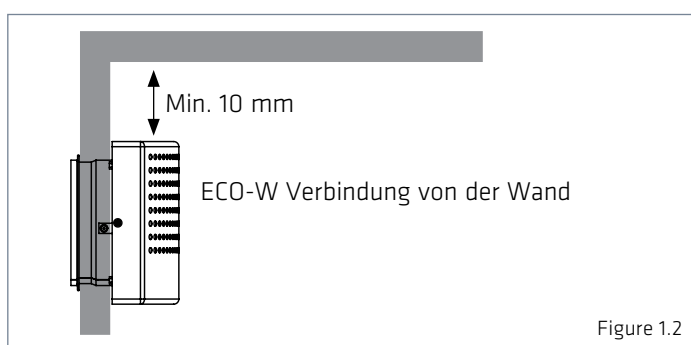
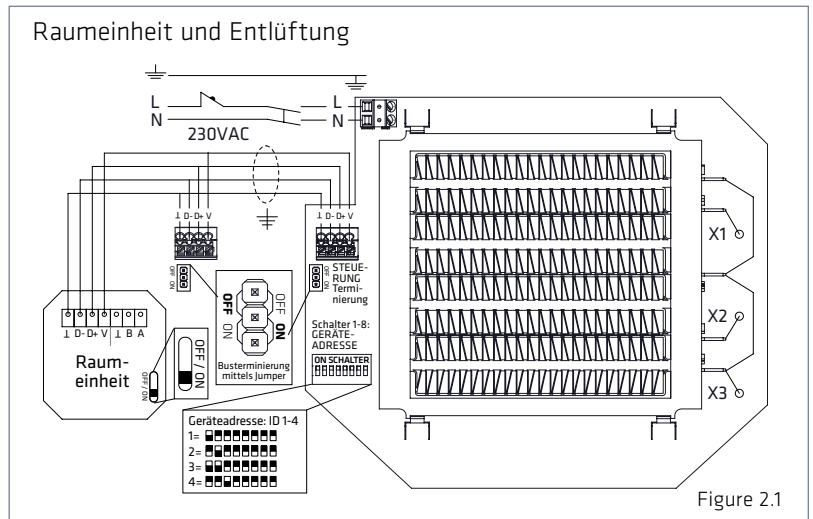

Figure 1.2
Figure 2.1
2. Der Mindestabstand der Anschlussvorrichtung von der Decke beträgt 100 mm (siehe Abb. 1.2). Montieren Sie die Anschlussvorrichtung in einer Mindesthöhe von 1,8 m. Vergewissern Sie sich, dass Kinder das Gerät nicht erreichen.
3. Entfernen Sie das Gitter (2) vom Korpus. Entfernen Sie die drei Befestigungsschrauben (3) und ziehen Sie das Gitter vom Korpus (1) ab.
5. Schließen Sie das Netzkabel (MMJ) über den 2-poligen Anschluss und das Buskabel des Reglers (KLMA) an den Anschluss des Elektronikteils des Endgeräts an, so wie dies auf den Abb. 2.1 - 2.3 dargestellt ist.
1. **ACHTUNG!** Versorgen Sie das Gerät über den zweipoligen Anschluss mit einer 230 V Spannung. Schließen Sie die Netzspannung an das Elektronikteil des Endgerätes an den Verbindungen N und L an, so wie dies auf den Abb. 2.1 - 2.3 dargestellt ist.